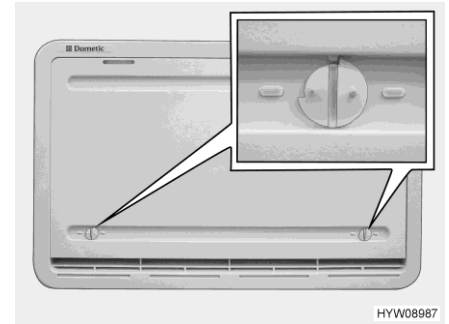

Bild 204 Winterabdeckung (Kühlschranks-Lüftungsgitter)
Die Winterabdeckungen (Bild 204) schützen das Kühlaggregat vor kalter Luft. Winterabdeckungen vor beide Kühlschranks-Lüftungsgitter setzen, wenn die Außentemperatur unter +10 °C sinkt (sowohl bei Gas- als auch bei Elektrobetrieb).
- Beide Verriegelungen (Bild 204) öffnen (Nut steht waagrecht).